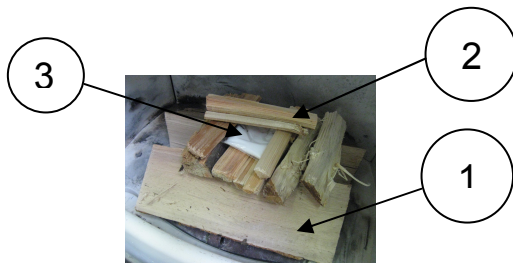

Fig 3: Anzünden
Legen Sie 2 – 3 Stück Scheitholz nach unten (1), das Anzündholz (2) darüber. Darauf legen Sie in die Mitte eine Anzündhilfe (3) und zünden diese an (siehe Fig. 3)!.